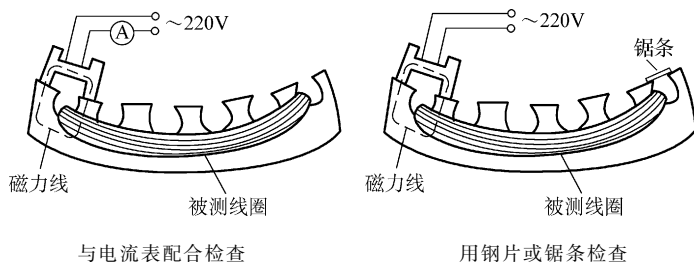

图 2-33 短路探测器检查短路绕组
4) 短路探测器法 用短路探测器检查定子绕组匝间短路的方法如图 2-33 所示。短路探测器是一个在铁心上绕有线圈的感应器,其底部呈曲面,以便和定子内圆吻合。使用时在探测器线圈上串接一只电流表,接到 $\sim 220\text{V}$ 电源上,然后将探测器的开口铁心沿各槽口移动,这样探测器的线圈相当于变压器的一次绕组,被测线圈即为二次绕组,如果电流表读数较小,表明被测线圈无故障;如果电流表读数明显增大,可认为此处为短路线圈。如无电流表,可用一根 $0.5\text{mm}$ 厚的钢片或旧锯条放在被测线圈另一个边所在的槽口上面,若被测线圈短路,钢片会被铁心所吸引而产生振动。